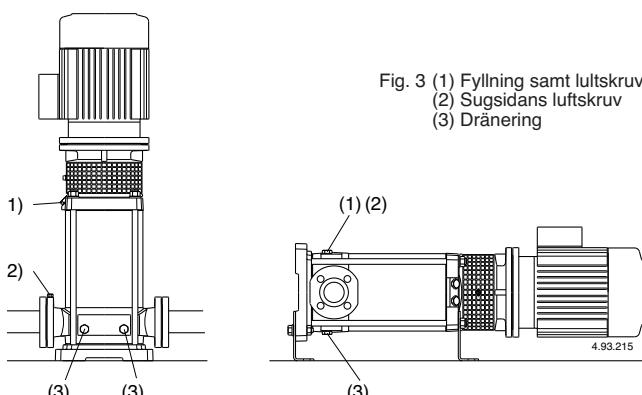

Fig. 3 (1) Fyllning samt lultskruv
Om den sugande funktionen upphör (tryckmanometern svänger eller om trycket minskar/ökar) se till att alla röranlutningar på sugsidan är täta, repetera avluftringen på sugsidan (2), se till att avluftringsskruven (2) samt dräneringspluggen (3) är täta på sugsidan (fig. 3).
För att förlänga livslängden skall pumpen som vid pumpning av förorenade vätskor köras med en ren vätska efteråt för att avlägsna partiklar eller, efter dränering genomförs rengöring genom att rent vatten (minst 40 liter) hälles in genom fyllnadssluggen (1) på trycksidan tills det kommer ut genom dräneringshålet (3) på sugsidan (fig. 3).
När pumpen ej användes skall denna avtappas helt om frysrisk föreligger. Avlägsna bågge pluggarna (14.12), (position 3, fig 3).
Före demontering skall alla ventiler stängas samt pumpen avtappas helt på vätska (fig. 3).